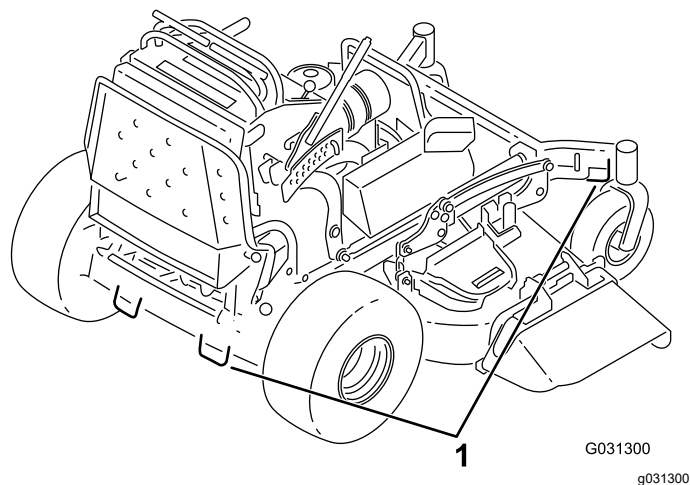

図 32
7. 前キャストホイールおよび後部バンパーを利用して機体をロープやチェーンなどで固定する 図 32。ロープ掛けや積荷固定については各地域の法令などに従ってください。